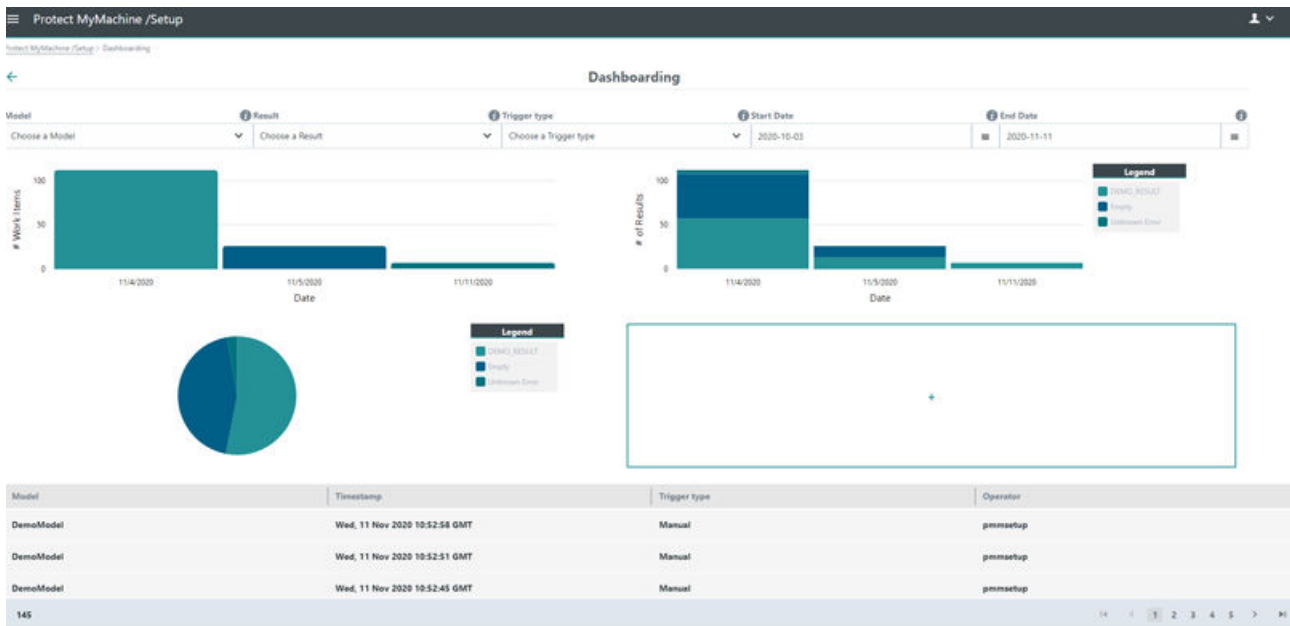

Bild 5-16 Dashboard
- **Übertragung bestätigen** (Bild 5-16) – Löst das Hochladen der Bilder in MindSphere aus. Die hochgeladenen Bilder sind nur über MindSphere verfügbar, es gibt keine andere Möglichkeit, auf die hochgeladenen Dateien zuzugreifen.